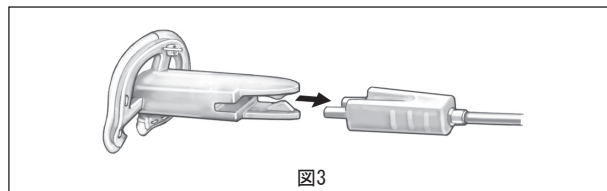

図3
弊社のカーペンターエドワーズフィジオ三尖弁用リングはホルダと人工弁輪用ハンドル1150、1151を用いて植込むことができます（図3）。
1. ハンドルを用いる際は、ホルダの接触部分にはめ込むことによりワンステップ操作で取り付けます（図3）。